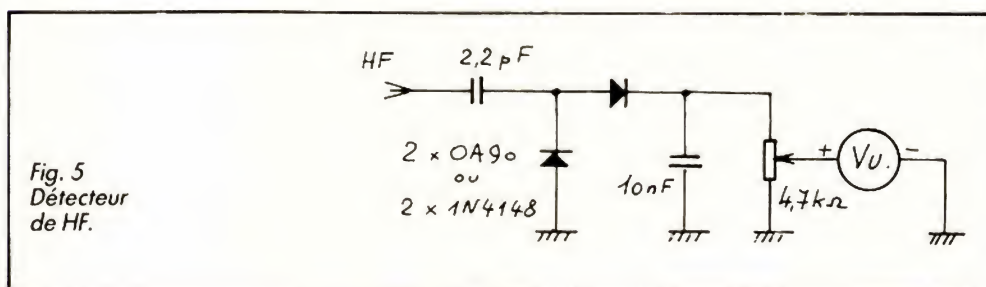
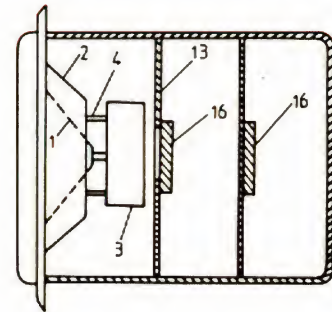
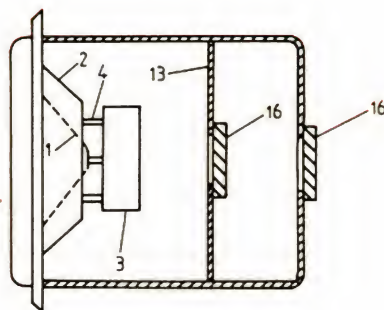

Fig. 5
Fig. 6 — Si une cavité absorbante ne suffit pas, on peut en accoupler deux en cascade. Idée toute naturelle.
Fig. 8. - Combinaison suggérée de la solution proposée figure 5 avec celle de la figure 7.
n'avez pas ce type d'appareil, un petit détecteur de HF, réalisé sous forme de probe, peut rendre de très grands services. Voir figure 5. Le potentiomètre de 4,7 kΩ rend le détecteur plus ou moins sensible. Des diodes OA90 donnent plus de sensibilité, mais sont plus fragiles. Dans l'idéal, utiliser des diodes Schottky. Relier la platine à l'alimentation à l'aide d'un connecteur « volant ». Charger la sortie antenne par une ampoule 12 V, 0,1 A. Relier, pour le moment, l'entrée E_{mod} au + 12 V. Mettre P_{sw} à zéro et
ris trouvaient à leur goût le carton feutré des diaphragmes. Le remède était simple : une grille (fig. 4) protégerait l'avant du diaphragme, et une caissette, en bois ou en métal, isolerait l'arrière. Résultat catastrophique. Normalement, la résonance propre du haut-parleur à l'air libre, était assez bien amortie par le constructeur et passée dans les moeurs, nul ne s'en plaignait ; mais, dès que le haut-parleur fut enfermé dans un coffret clos, de petit volume par surcroît, la fréquence de résonance augmentait. Comme elle était aussi peu amortie, la « musique nouvelle » fut peu appréciée. On fit appel à deux spécialistes connus, MM. Carlisle et Pierson (on les retrouve en d'autres occasions) qui apportèrent l'ingénieuse solution schématisée par la très explicite figure 5 dont
Fig. 5. — Deuxième figure, illustrant le brevet de MM. Carlisle et Pierson. On appréciera l'innovation : à la cavité protégeant l'arrière du haut-parleur est adjointe une seconde cavité, communiquant avec la première par une ouverture (16) obturée par un matériau poreux (feutre) : la seconde cavité constitue un résonateur de Helmholtz, accordé sur la fréquence de résonance du premier, qu'il convenait de juguler. Voilà qui antécipise toutes les réalisations ultérieures avec résonateur interne associé à un bass-reflex ou un coffret clos.
l'équivalent mécano-électrique est explicité en figure 9. Le coffret unique est divisé en deux parties, séparées par une cloison avec une ouverture d'assez faible diamètre, freinée par une ou plusieurs épaisseurs de feutre. Sur la figure 9, C_r est l'élasticité du haut-parleur, M_c la masse de l'équipage mobile, R_c la résistance mécanique du transducteur, augmentée de celle de rayonnement, C_{dc} est l'élasticité de la partie antérieure du coffret, M_o la masse de l'air occupant l'ouverture, R_o la résistance présentée par le feutre et C_{cc} l'élasticité de la partie postérieure du coffret. Bien entendu, le résonateur constitué de M_o , R_o et C_{cc} est accordé sur la fréquence de résonance du compartiment du haut-parleur et amorti par R_o , pour supprimer la bosse de résonance. Continuant dans la même voie, il n'est pas défendu d'imaginer deux résonateurs de même structure en tandem (fig. 6), mais les auteurs prévoient aussi que des solutions simplifiées suffiront souvent (fig. 7), en shuntant simplement l'élasticité C_{dc} de la cavité antérieure, par M_o en série avec R_o . Le but est d'accorder la cavité antérieure pour en réduire suffisamment l'impédance à la fréquence dangereuse (somme toute, c'est un bass-reflex, dont l'évent rayonne vers l'ar-
rière). Enfin, si l'on veut mettre tous les atouts dans son jeu, la figure 8 combine les figures 5 et 7 (ou figure 6, sans l'ultime cavité à l'arrière).
déphaseur R-C et que, si les inventeurs avaient combiné les rayonnements des deux orifices émetteurs de la figure 5, ils auraient obtenu un haut-parleur directif. Leur so-